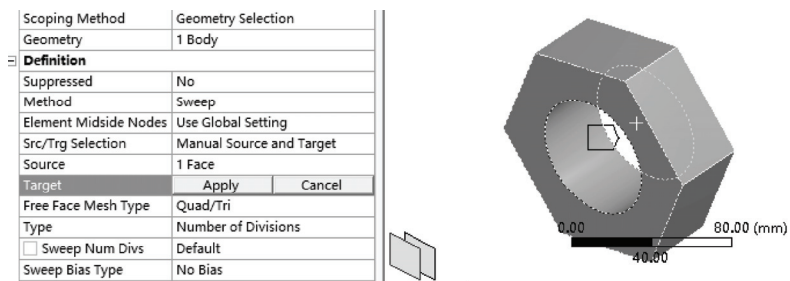

图 4-43 设置目标面
13) 选择模型 Z 向坐标为 40 的面, 然后在 Target 后单击 Apply 按钮, 如图 4-43 所示。